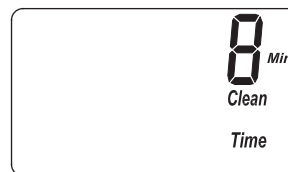

FIG. 29
1. Mantenga oprimido el botón PROGRAM (Programar) hasta que aparezca la pantalla que se indica en la Fig. 25. Cuando ello ocurra, oprima tres veces el botón PROGRAM (Programar) y aparecerá la pantalla que se indica en la Fig. 29.